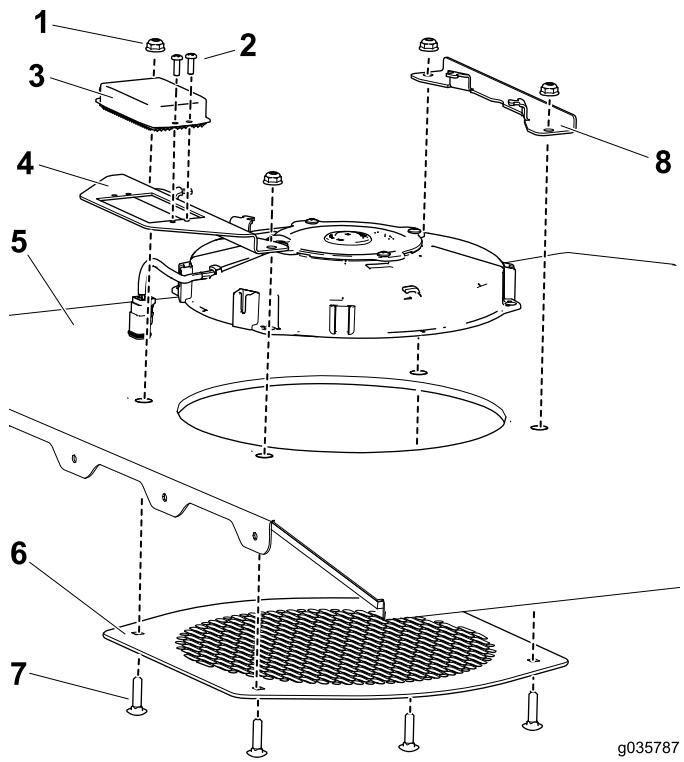

Bild 2
1. Befestigen Sie das Widerstandspack mit den zwei (Nr. 8 x 3/8") an der Lüfterbefestigung (Bild 2).
- Befestigen Sie den Lüfter, das Lüftergitter und die Lüfterhalterung un die Befestigungshalterung mit den vier Schrauben ($\frac{1}{4}$ " x 1") und vier Muttern an der Dachplatte (Bild 2).